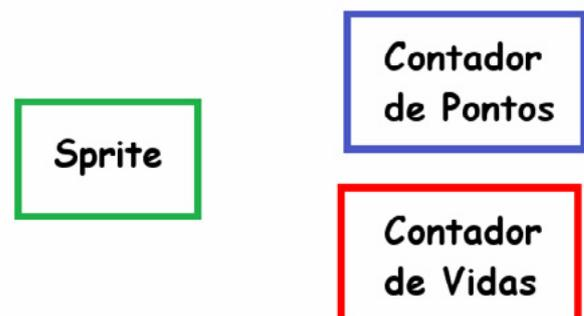

Figura 2
que seja executado automaticamente para nos ajudar a controlar o jogo que estamos desenvolvendo. Este mecanismo ou serviço possui 2 contadores que podem ser usados no jogo. Um contador é usado para “pontuação”, o outro contador é usado para “vidas”. O contador de “pontuação” normalmente é usado para saber o número de acertos que o jogador conseguiu no jogo. O contador de “vidas” é normalmente usado para dar certos privilégios ao jogador. Quando o contador de vida chega a zero (0), o jogo termina e o mecanismo de jogo interno exibe automaticamente a pontuação. Sprites são os elementos visuais exibidos na tela de LED. Na placa microbit isso é representado por um LED na tela. A figura 2 mostra os itens vistos anteriormente: